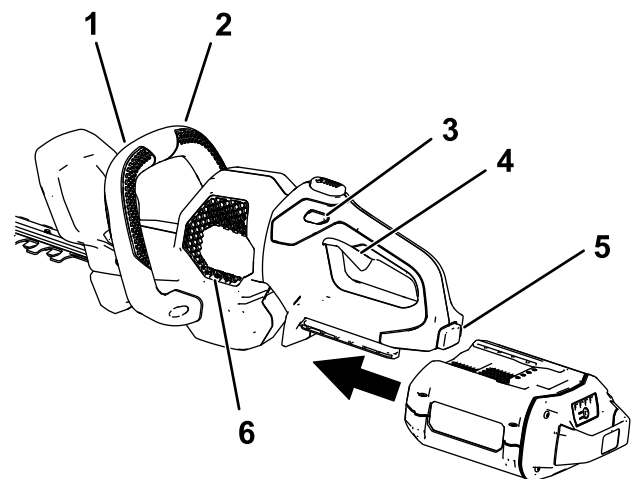

Figura 7
3. Alinee el hueco de la batería con la lengüeta del alojamiento de la empuñadura, sujete la empuñadura, e introduzca la batería en la empuñadura hasta que el cierre encaje en su sitio (Figura 7).
- Coloque una mano en la empuñadura con gatillo. Coloque la otra mano en la empuñadura auxiliar (Figura 7).
- Presione el interruptor de bloqueo y apriete el interruptor del gatillo mientras activa el interruptor de la empuñadura auxiliar para encender el cortasetos (Figura 7).
El cortasetos seguirá encendido mientras se aprietan el interruptor de la empuñadura auxiliar y el gatillo. Puede soltar el interruptor de interruptor de bloqueo una vez que el cortasetos esté funcionando (Figura 7).
Para apagar el cortasetos, suelte el gatillo, el interruptor de la empuñadura auxiliar, o ambos (Figura 7). Espere al menos 5 segundos para que la cuchilla se detenga.